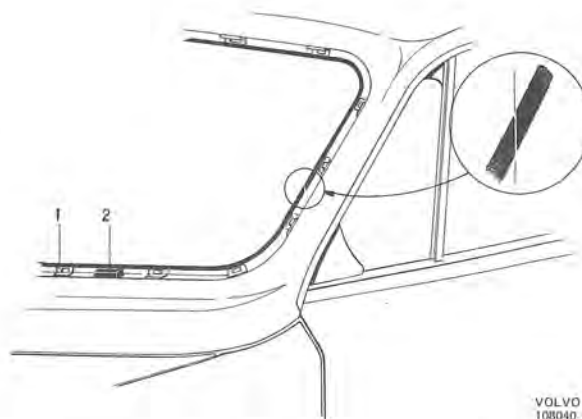

Bild 44. Skarvning av butyltejp samt placering av distansstycken
7. Butyltejpens monteras på karossen minst 10 min och högst 1 timme efter det limhjälpmedlet strukits på. Tejpens rullas ut runt hela vindruteöppningen med skyddspapperet på. Skarven läggs mitt på en av sidostolparna och skarvänderna skäres snett. (Se bild 44). Tejpens skäres lättast med en varm kniv.